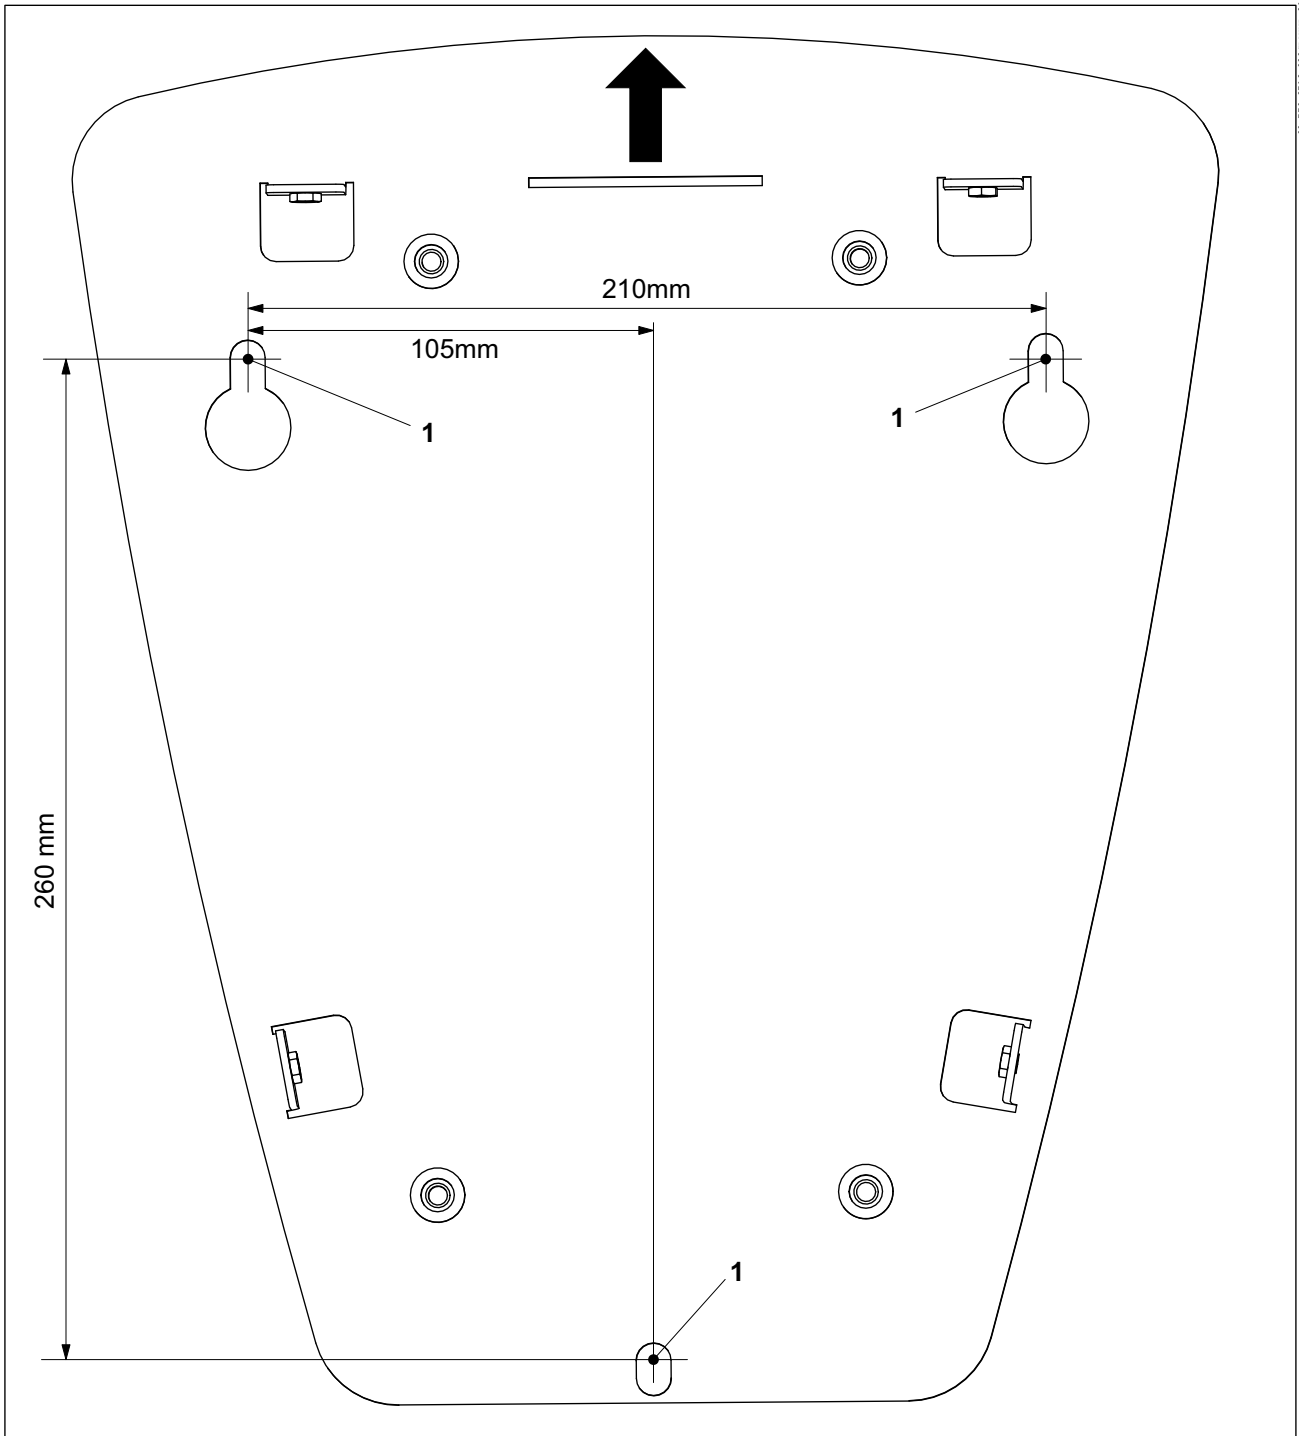

Fig. 1 Schéma de perçage pour Heidelberg Wallbox Home Eco
1. Marquer l'emplacement des trous de fixation (fig. 1/1) conformément au schéma de perçage.